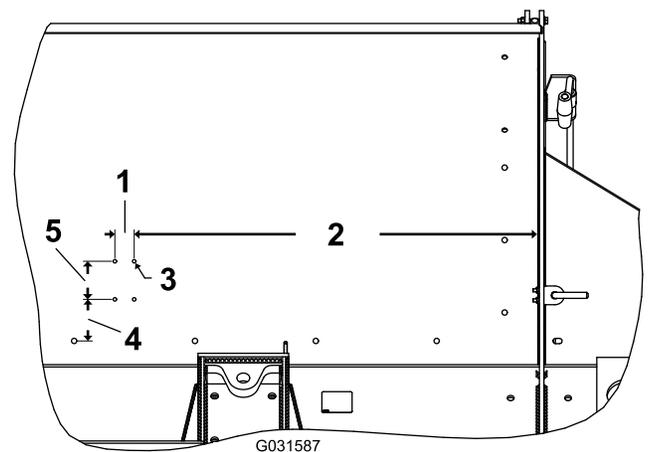

Bild 18
- Bohren Sie vier Befestigungslöcher (7 mm) in die Seite des Füllkastens. Bohrmaße finden Sie unter Bild 18.